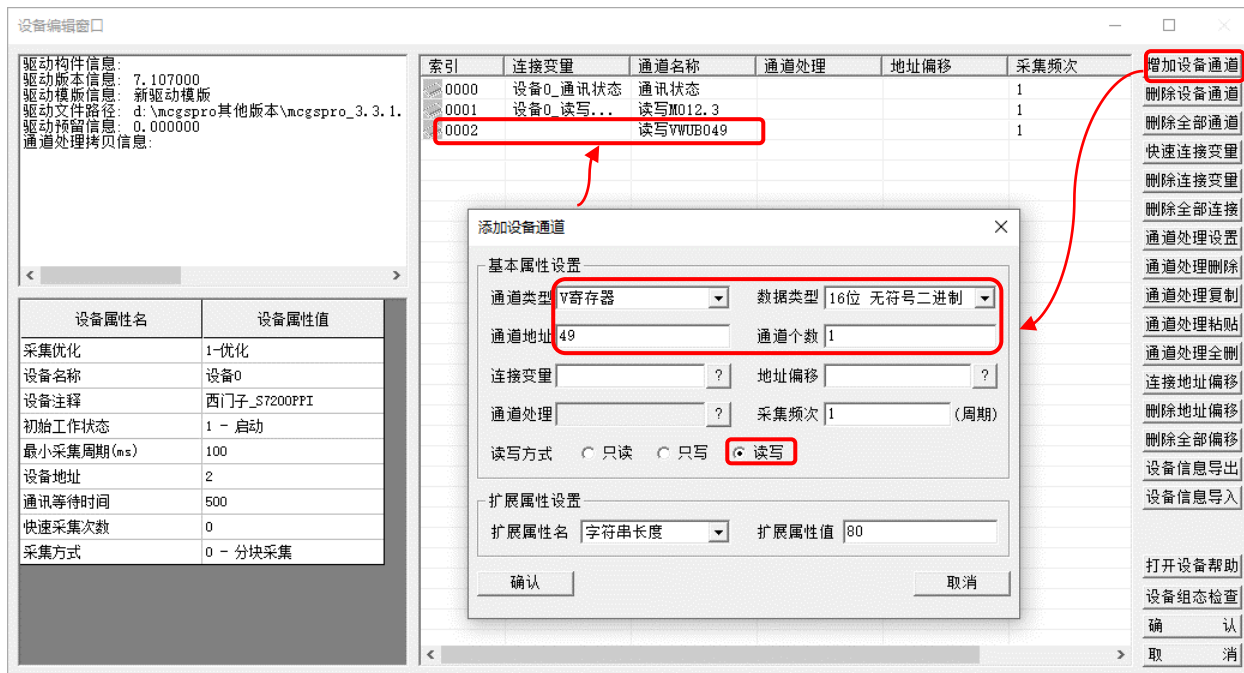

图 4.2-6 增加设备通道：VWUB049
- ① 添加字通道：在设备窗口，双击“西门子\_S7200PPI”驱动进入“设备编辑”窗口。如图 4.2-6 所示，单击“增加设备通道”按钮，进入“添加设备通道”对话框，选择通道类型为“V 寄存器”，数据类型为“16 位无符号二进制”，通道地址为“49”，通道个数为“1”，读写方式为“读写”。设置完成后点击“确认”按钮。